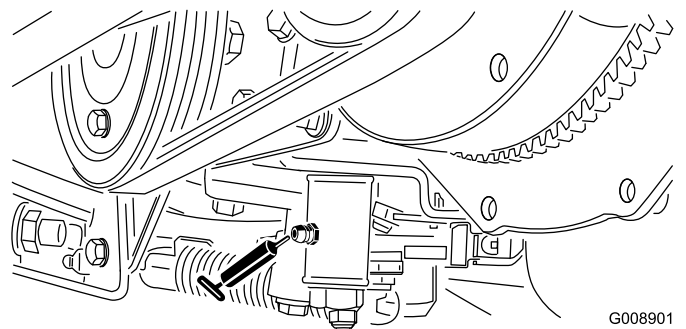

Figura 36
- Meccanismo di regolazione della folle (Figura 36)